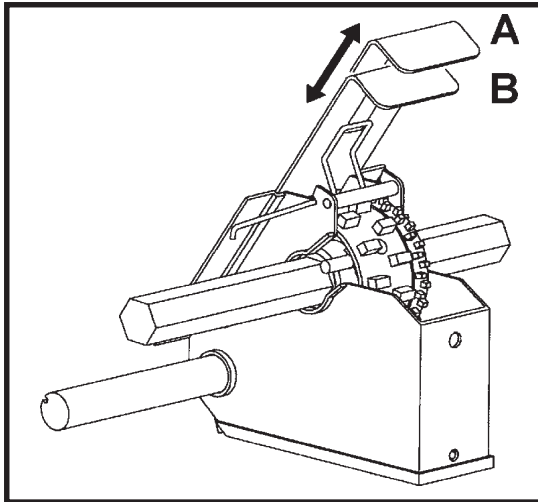

fig. 3
- 6) Placer les PLETINES DE FERMETURE de tous les distributeurs (fig. 3) dans la position recommandée selon le type semence à semer, en accord avec le tableau de la pag.